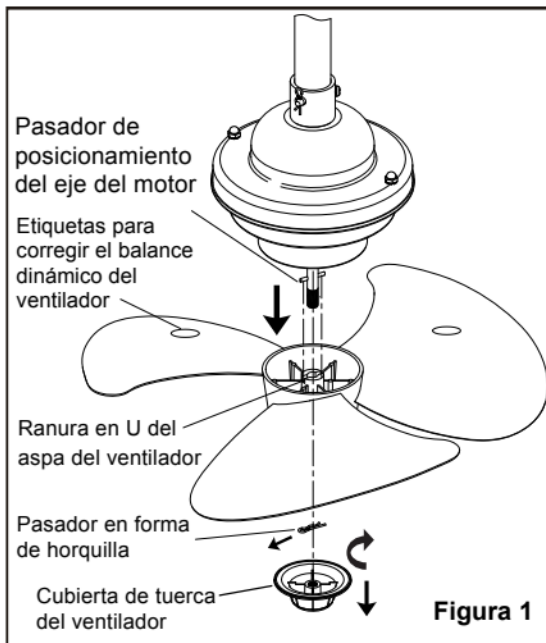

Figura 1
1. Instalación del soporte para el control remoto: (Figura 1)
Gira la cubierta de la tuerca del ventilador en sentido de las agujas del reloj para retirarla, inserta el desarmador en el espacio libre del pasador en forma de horquilla, sácalo y luego retira el aspa del ventilador. (Figura 1)
Ten cuidado de no retirar las calcomanías de balanceo en las aspas del ventilador. Las aspas han sido calibradas para un balance dinámico, con el fin de evitar que el cuerpo de la lámpara se tambalee cuando el ventilador esté en funcionamiento. (Figura 1)